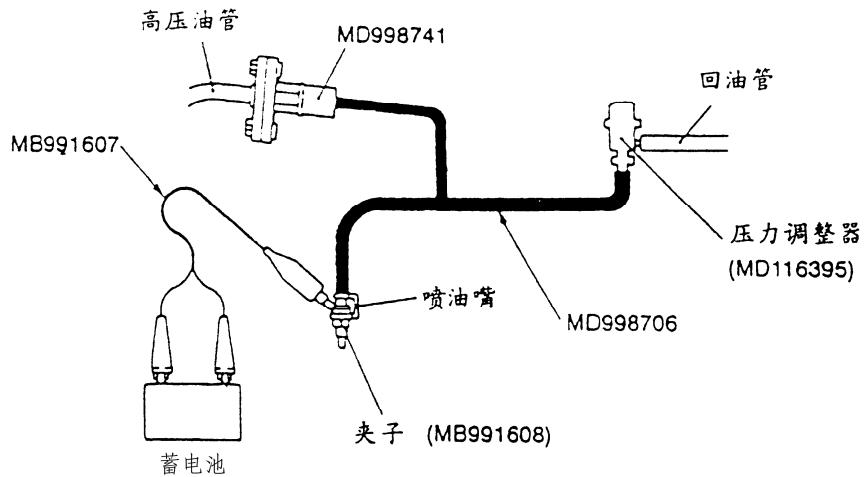
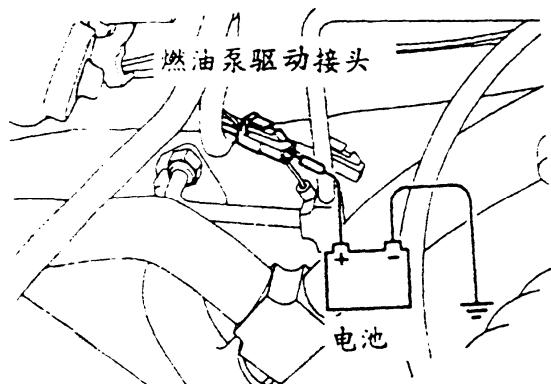
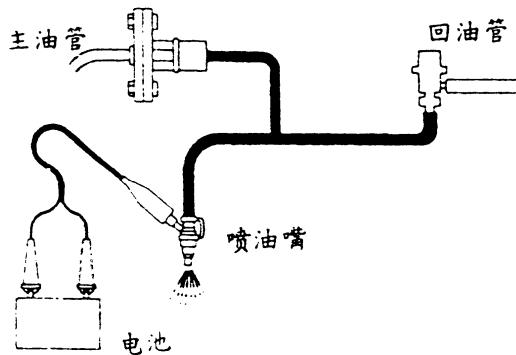

图 3-54 连接管路
图 3-55 连接燃油泵驱动端子
图 3-56 检查燃油雾化状况
(2) 检查喷油器喷射状况。泄放燃油管路内的残压，避免拆卸时燃料流出。拆下喷油器。如图 3-54 所示，将专用工具（喷油器测试组件）、转接头、燃油压力调节器及管夹连接。如图 3-55 所示，将蓄电池接到燃油泵驱动端子（黑色）使燃油泵动作。如图 3-56 所示，使喷油器动作，以检查燃油雾化状况。